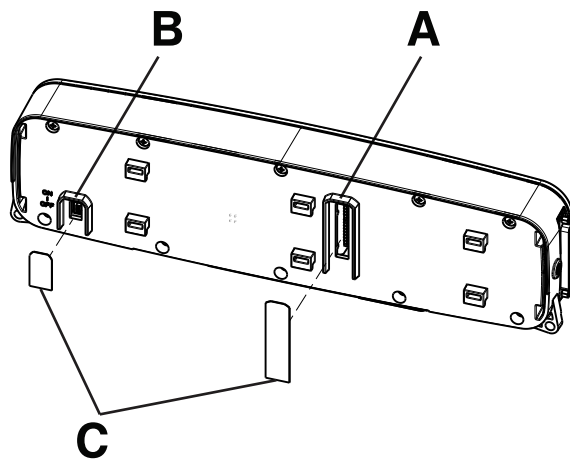

Figure 10 – Configurations des commutateurs
3. À l'aide d'un outil à pointe droit, retirer l'étiquette (521200380902) (C) qui recouvre le commutateur **MARCHE/ARRÊT** (B) (Figure 10). Conserver l'étiquette.
4. Tourner le commutateur **MARCHE/ARRÊT** (B) en position **ARRÊT** (Figure 10).